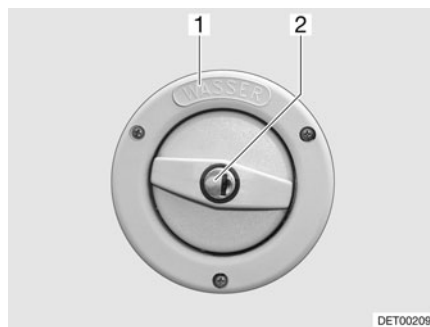

Fig. 33 Tapa de cierre del tubo de llenado de agua potable
- ▷ El tubo de llenado de agua potable está identificado con el rótulo "WASSER" (agua) (Fig. 33,1).
- Introducir la llave en el cilindro de cierre (Fig. 33,2) y girar en sentido contrario a las agujas del reloj.